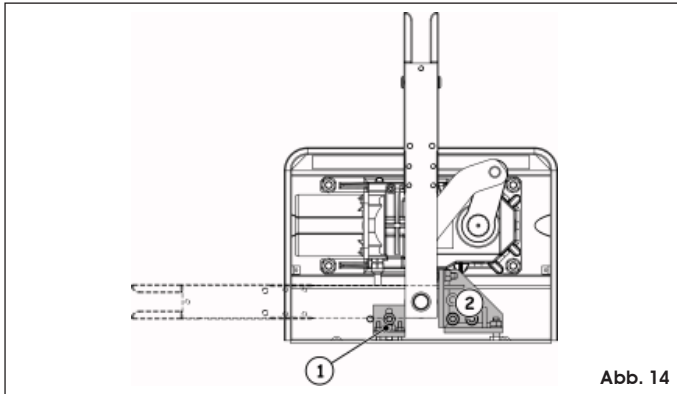

Abb. 14
Pbei den Systemen mit Öffnung auf 110° und auf 140° können im Inneren des tragenden Gehäuses die mechanischen Anschläge (Optional) für den Öffnungs (Fig. 14 rif. ①)- und für den Schließvorgang (Fig. 14 rif. ②) angebracht werden. Hinsichtlich der Befestigung ist auf die entsprechenden Anleitungen Bezug zu nehmen (Abb.14).